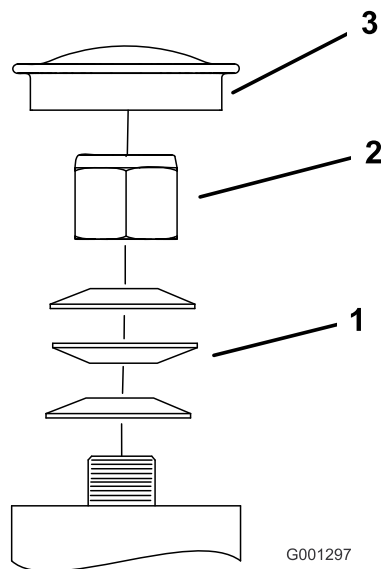

Figure 59
3. Retirez le capuchon protecteur de la roue pivotante et serrez le contre-écrou (Figure 59).
4. Continuez de serrer le contre-écrou jusqu'à ce que les rondelles élastiques soient aplaties, puis desserrez-le d'un quart de tour pour obtenir la précharge correcte des roulements (Figure 59).
**Important:** Veillez à placer les rondelles élastiques comme montré à la Figure 59.
5. Remettez le capuchon protecteur en place (Figure 59).